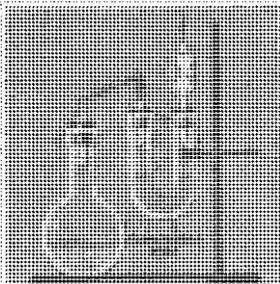

Рис. 164. Брожение глюкозы.
**Брожение глюкозы.** 1. Растворите 10 г глюкозы в 50 г воды в колбе и внесите 1–2 г дрожжей. Добавьте питательный раствор, состоящий из 25 мл юды, 0,5 г нитрата калия, 0,3 г хлорида магния, 0,3 г нитрата калиция и 0,3 г гидроортофосфата калия. Затем закройте колбу пробкой с газоотводной трубкой, которая соединена с U-образной трубкой, содержащей свежеспритовленную известковую воду (рис. 164). Ко второму колену U-образной трубки присоедините